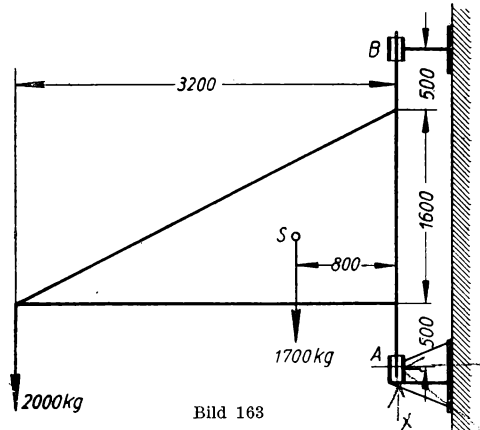

Bild 163
**297.** Ein Wand-Drehkran (Bild 163) trägt eine Nutzlast 2000 kg in 3,2 m Ausladung. Der Schwerpunkt  $S$  des 1700 kg schweren Krangerüsts liegt in 0,8 m Abstand von der Drehachse des Krans.